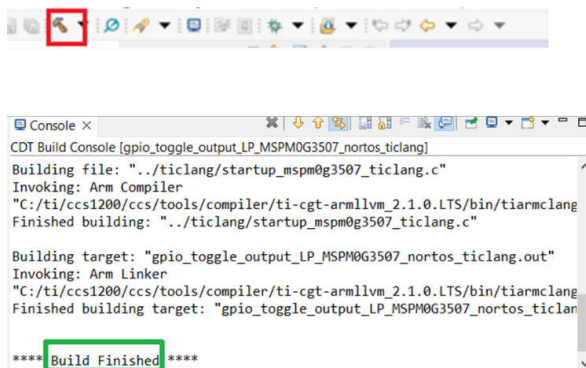

图 2-37. 成功构建
- 用户完成软件评估后，请点击主工具栏中的 **build** 图标，如图 2-37 所示。出现 “Build Finished” 字样即表示已成功编译。